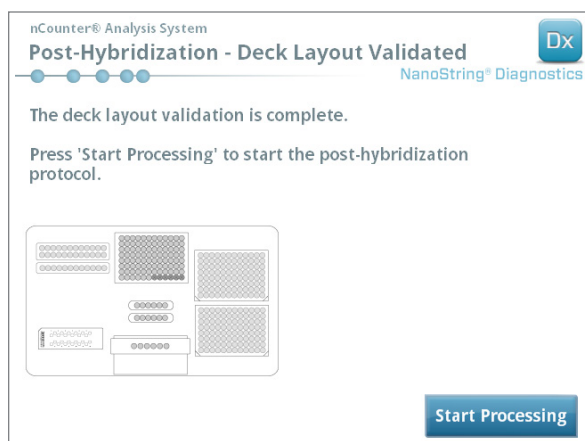

FIGURA 5.27: schermata "Post-Hybridization - Deck Layout Validated" (Post-ibridazione e convalida del piano)
- c. Una volta completata la convalida del piano (FIGURA 5.27), viene visualizzata una nuova schermata contenente il pulsante **Start Processing** (Avvia elaborazione). Toccare **Start Processing** (Avvia elaborazione) per iniziare il ciclo.